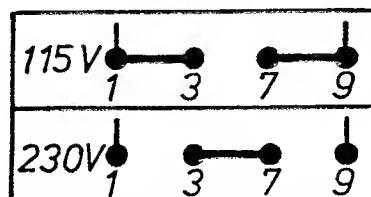

Fig. 2. Anschlusschaltbild für die verschiedenen Netzspannungen
- die Transformatoranschlüsse entsprechend dem Schema (Abb. 2) umlöten.